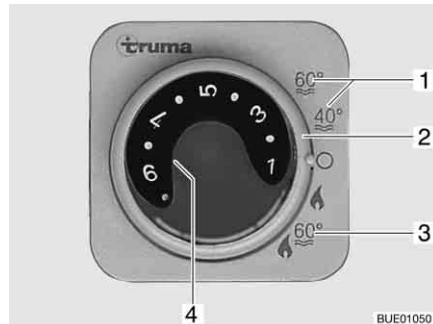

Bild 215 Kontrollenhet för värme/varmvattenberedare
Varmvattenberedaren är integrerad i värmesystemet och drivs med dieselbränsle från bränsletanken. Varmvattenberedaren sätts igång på kontrollenheten (Bild 215) med vridströmställaren (Bild 215,2).
Vid vinter drift "värme och varmvattenberedare" (Bild 215,3) värms även vattnet i varmvattenberedaren upp när värmesystemet sätts på. Om värmen stängs av för att den önskade rumstemperaturen är uppnådd fortsätter uppvärmningen i varmvattenberedaren tills vattentemperaturen uppnåtts.
Vid sommar drift (Bild 215,1) värms endast vattnet i varmvattenberedaren upp till 40 °C eller 60 °C. Vattnet värms upp till 60 °C på ca 25 minuter. Under varmvattenberedarens uppvärmningsfas lyser den gula kontrollampan (Bild 215,4).
Spänningsförsörjningen till apparaten kan inte avbrytas med 12 V-huvudbrytaren. Vid störning lyser den röda kontrollampan (Bild 215,4) på kontrollenheten (se kapitel 14).
Slå på: ■ Ställ vridströmställaren (Bild 215,2) på kontrollenheten (Bild 215) på "sommardrift" (Bild 215,1).
Den gula kontrollampan (Bild 215,4) lyser under uppvärmningsfasen. När den inställda vattentemperaturen är uppnådd är uppvärmningsfasen avslutad och den gula kontrollampan slocknar.
Slå från: ■ Ställ vridströmställaren (Bild 215,2) på kontrollenheten (Bild 215) på "O".
- Ställ vridströmställaren (Bild 215,2) på kontrollenheten (Bild 215) på "O".